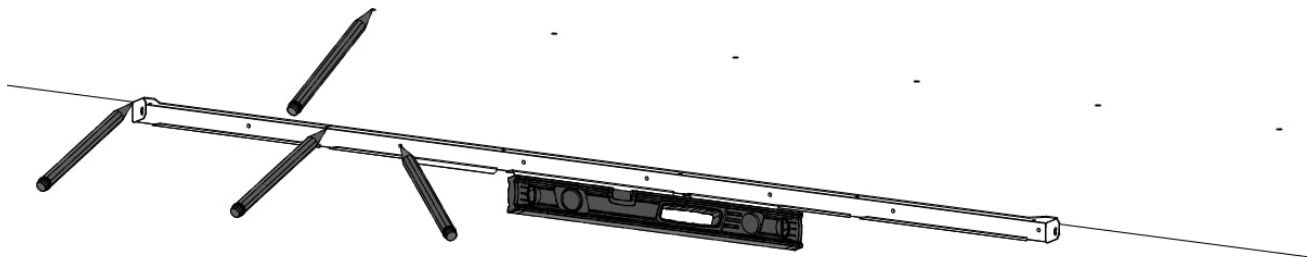
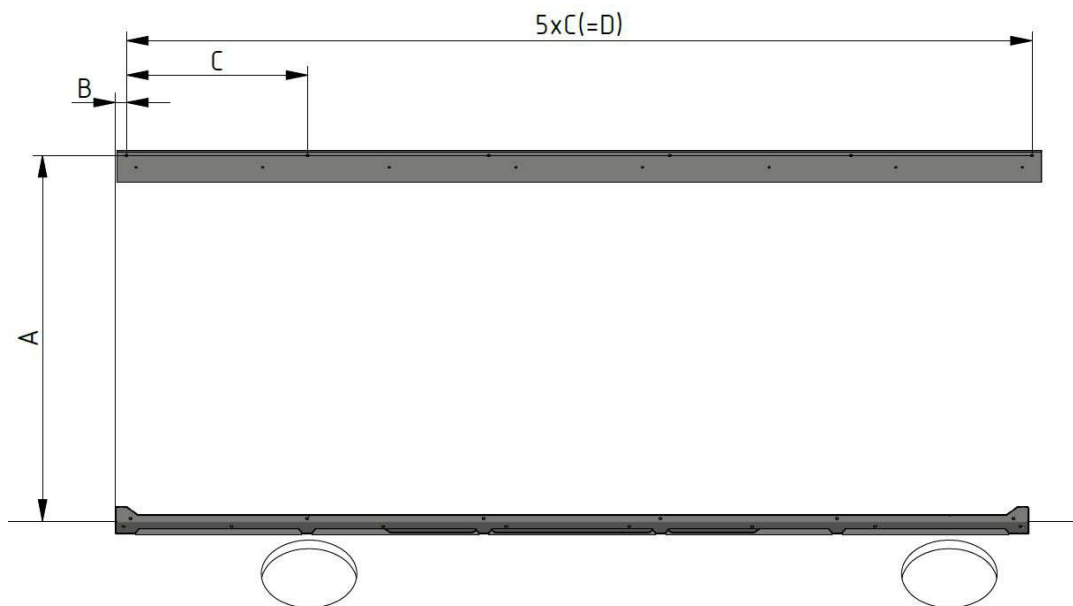

Abbildung 8: Anzeichnen der Bohrlöcher für die hintere und vordere Halterung
Abbildung 9: Abstände von hinterer Halterung zu vorderer Halterung
1. Halten Sie die hintere Halterung an Wand und Decke. Vergewissern Sie sich, dass die Halterung waagrecht ist. Siehe Abbildung 8.
3. Zeichnen Sie die Löcher für die vordere Halterung an, siehe Abbildung 8, Abbildung 9 und Tabelle 5.